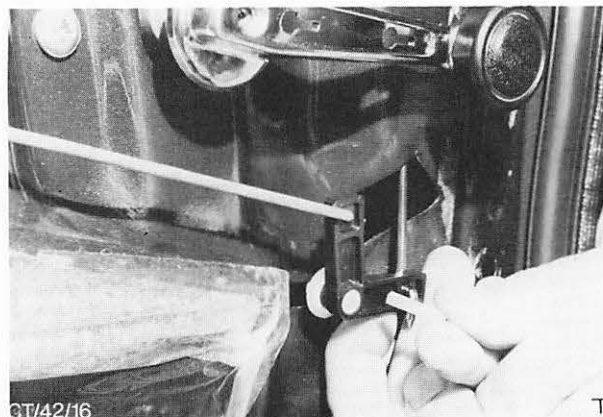

Abb. 38 Stift – Umlenkhebel (Türsicherungsknopf) montieren
9. Verbindungsstange – Türsicherungsknopf am Schloß einhängen. Abb. 38.